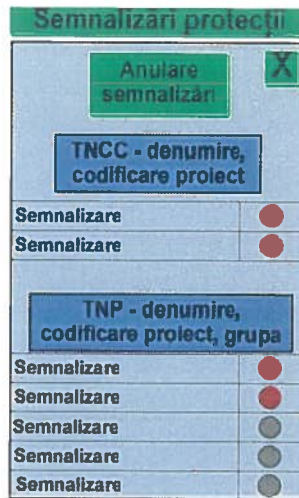
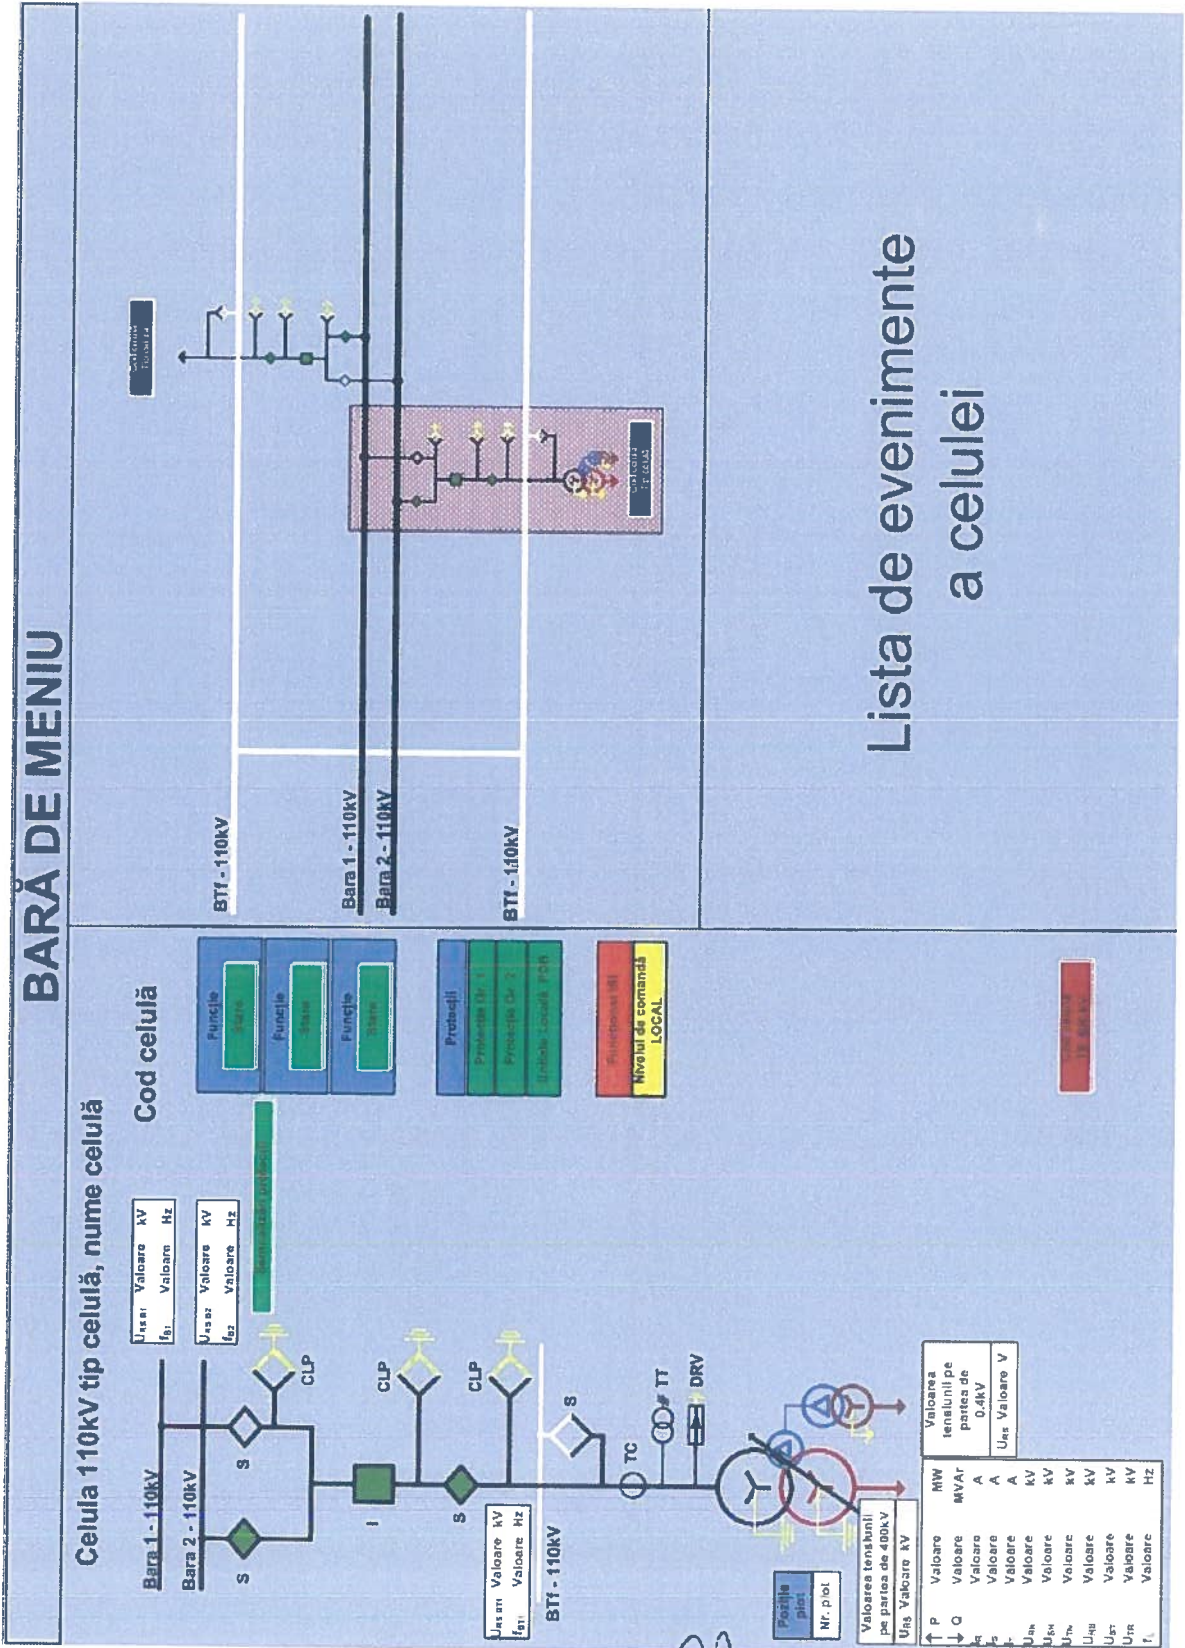

Fig. 8.15
Fig. 8.16 *[Signature]*
8.7. Ecran de comandă al celulelor de transformator/autotransformator (Fig. 8.16/8.17)
Schema monofilară va reprezenta celula de transformator/autotransformator (fig.8.16/8.17), utilizând simbolurile și colorarea dinamică precizată în prezenta Normă.
Aparatajul primar aferent acestei scheme se va identifica prin denumirile precizate de NTE 009/10/00 – *Regulament general de manevre în instalațiile electrice de medie și înaltă tensiune*. Acest ecran va avea butoane pentru activarea/dezactivarea anumitor automatizări (Sincronizare, Blocaje, Protecție în mentenanță)(fig.8.16/8.17). De asemenea este prezent un buton-etichetă denumit „Semnalizări protecții” ce va permite deschiderea unei alte ferestre, sub acest buton, în care sunt afișate, prin intermediul simbolurilor grafice pentru semnalizarea optică de avertizare, semnalele provenite de la protecții. (fig. 8.15). Aceste semnalizări vor fi grupate în funcție de terminalul numeric care le generează.
Această schemă va fi afișată în partea din dreapta sus a ecranului (fig. 8.16/ 8.17), și va conține schema monofilară a nivelului tensiunii stației din care face parte celula, utilizând simbolurile și colorarea dinamică precizată în prezenta Normă. Fiecare bară colectoare/bară de transfer va avea inscripționat în partea stângă numele și nivelul de tensiune al acesteia.
Celula al cărei ecran de detaliu a fost selectat, va fi încadrată într-un chenar negru, hașurat cu dungi roșii. (fig. 8.16/ 8.17)